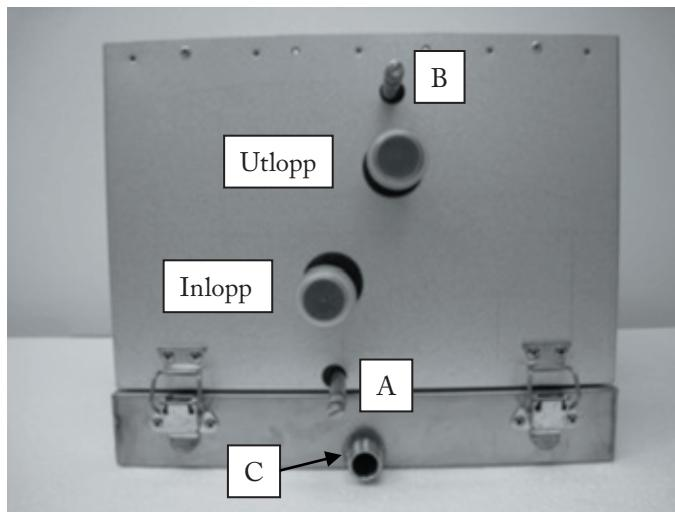

Bild 1
Kanalkylaren skall monteras i horisontell kanal med valfri luftriktning. Fixeringen till kanalsystemet sker med skruvar eller gejdskarv. Kondensvattenavloppet (C bild 1) ansluts via ett vattenlås för att undvika luftläckage. OBS! Avloppets storlek dimensioneras, så att vatten inte blir stående i dropplådan. Då dropplådan skall demonteras ska man se till att kondensvattnavloppet är lätt demonterbart.
3. Vatteninloppet skall anslutas på nedre röret (Inlopp bild 1) och utloppet på övre röret (Utlopp bild 1). Inloppet är försett med dräneringsnippel (A bild 1) och utloppet med luftningsnippel (B bild 1).
5. Kylbatteriet kan tömmas på vatten genom dräneringsnippeln (märkt A bild 1).